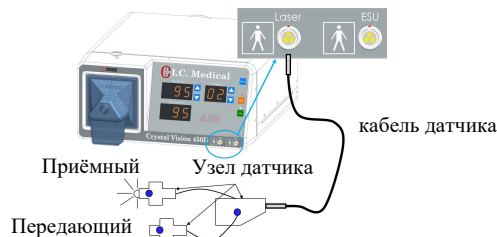

Рисунок 1: Части и подключение узла датчика к CRYSTAL VISION®.
- Прикрепите кабель датчика ЛАЗЕР (Рис. 1) к лазерному разъему к блоку Crystal Vision® и к соединительной коробке датчика.